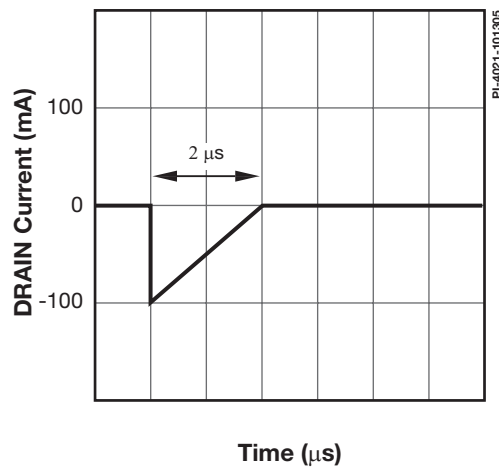

图9. 峰值负脉冲漏极电流波形
4. 负漏极电压 - 无箝位设计允许漏极电压振荡低于源极电压,使反向电流从源极流到漏极。验证任何此类电流都保持在如图9所示的包络内。